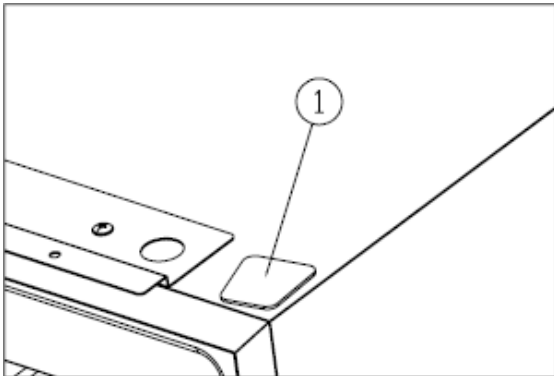

Рисунок 4
Установите крышку (1). [Рисунок 4]